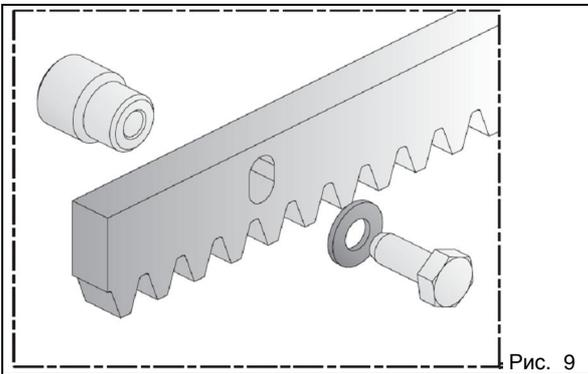

Рис. 9
1. Для установки рейки (поставляется на заказ) приготовить прилагаемые винты 8 x 25 с шестигранной головкой и прокладочные шайбы под приварку, как показано на рис. 9. Если использование сварки нежелательно, их можно заменить на оцинкованные сквозные втулки и винты 8 x 50 с шестигранной головкой, также выпускаемые изготовителем.